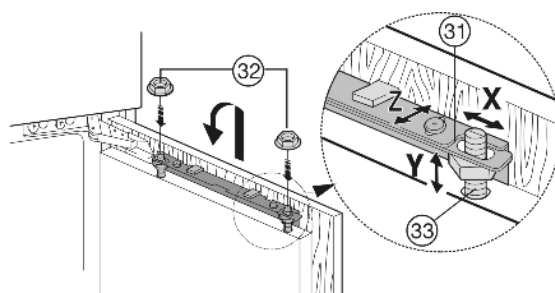

Fig. 27
- ▶ Accrocher la porte du placard aux boulons d'ajustage Fig. 27 (33) et visser les contre-écrous Fig. 27 (32) provisoirement sur les boulons d'ajustage.
- ▶ Aligner la porte de placard en hauteur et en inclinaison latérale : Régler les boulons d'ajustage Fig. 27 (33) à l'aide d'un tournevis.
- ▶ Serrer les contre-écrous Fig. 27 (32).